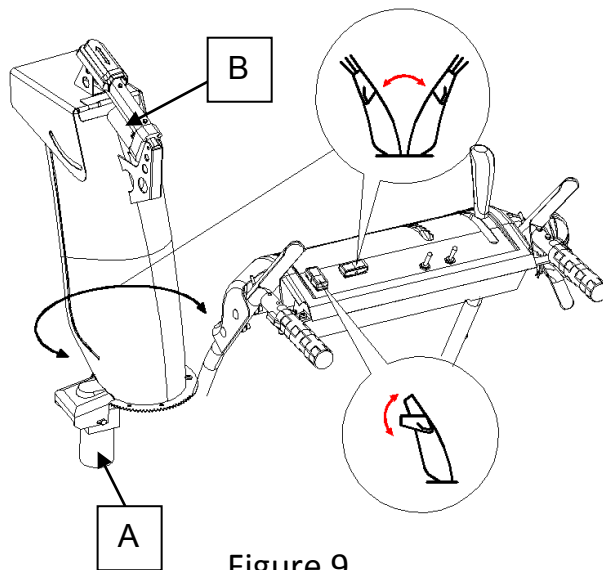

Figure 9
1. Appuyez sur le commutateur de rotation de la goulotte en position HAUT et maintenez-le enfoncé pour faire pivoter la goulotte vers la gauche (voir A, figure 9).
1. Appuyez sur le commutateur de défecteur de goulotte en position HAUT et maintenez-le enfoncé pour obtenir un flux plus élevé et une plus grande distance (Voir B, Figure 9).